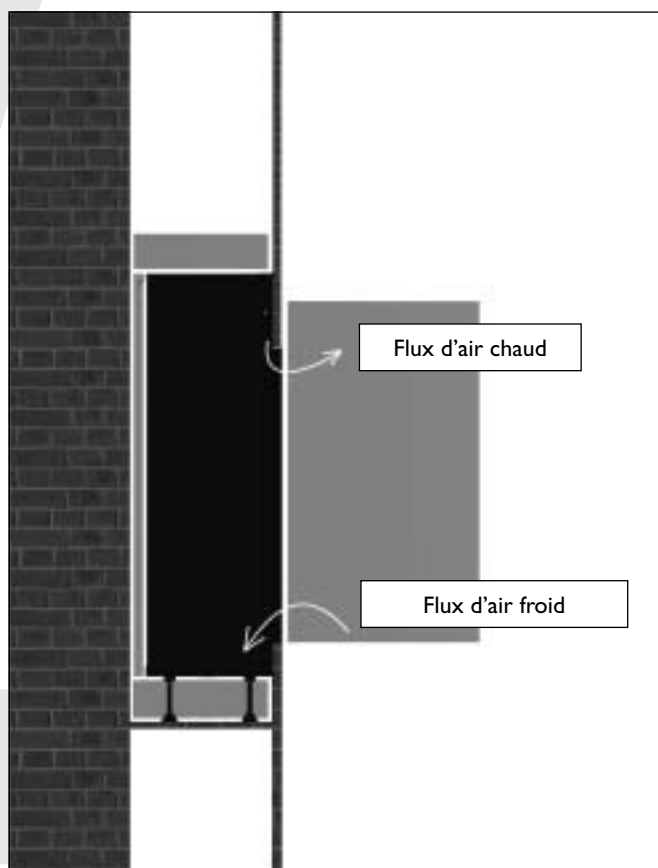

Figure 2
- L'évacuation d'air chaud et l'arrivée d'air froid ne doivent en aucune manière être entièrement ou partiellement bloquées (**voir figure 2**).
- Ne placez aucun objet sous ou devant l'appareil car la chaleur pourrait y porter atteinte (**voir figure 2**).
- Ne jamais faire sécher des vêtements, gants, etc. mouillés sur ou tout près de l'appareil (**voir figure 2**).
L'appareil est conçu pour être étroitement encastré dans un nouveau manteau de cheminée à installer. Vous pouvez par ailleurs monter une cheminée décorative contre ce manteau de cheminée. Toutefois, il faut tenir compte de la circulation d'air autour de l'appareil (votre installateur trouvera des informations à ce sujet dans le manuel d'installation). En tant qu'utilisateur, vous devez veiller à ce que rien ne soit placé devant l'appareil, en pensant à l'évacuation d'air chaud et l'arrivée d'air froid (**voir figure 2**).